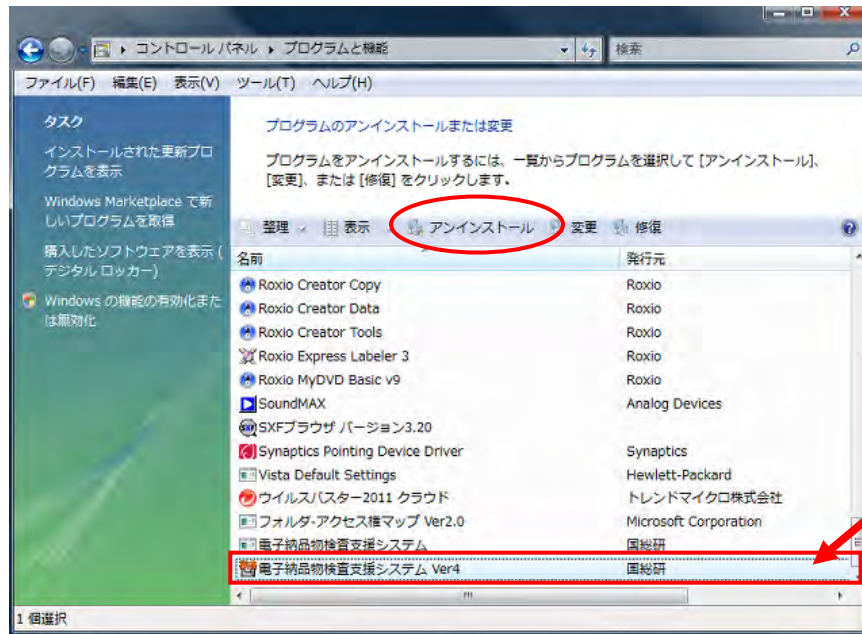

図 3-1 プログラムと機能
- (1) コントロールパネルから「プログラムと機能」(XP は「プログラムの追加と削除」)を起動します。
- (2) 図 3-1 プログラムと機能が表示されますので、「電子納品物検査支援システム Ver4」を選択し、[アンインストール]をクリックします。